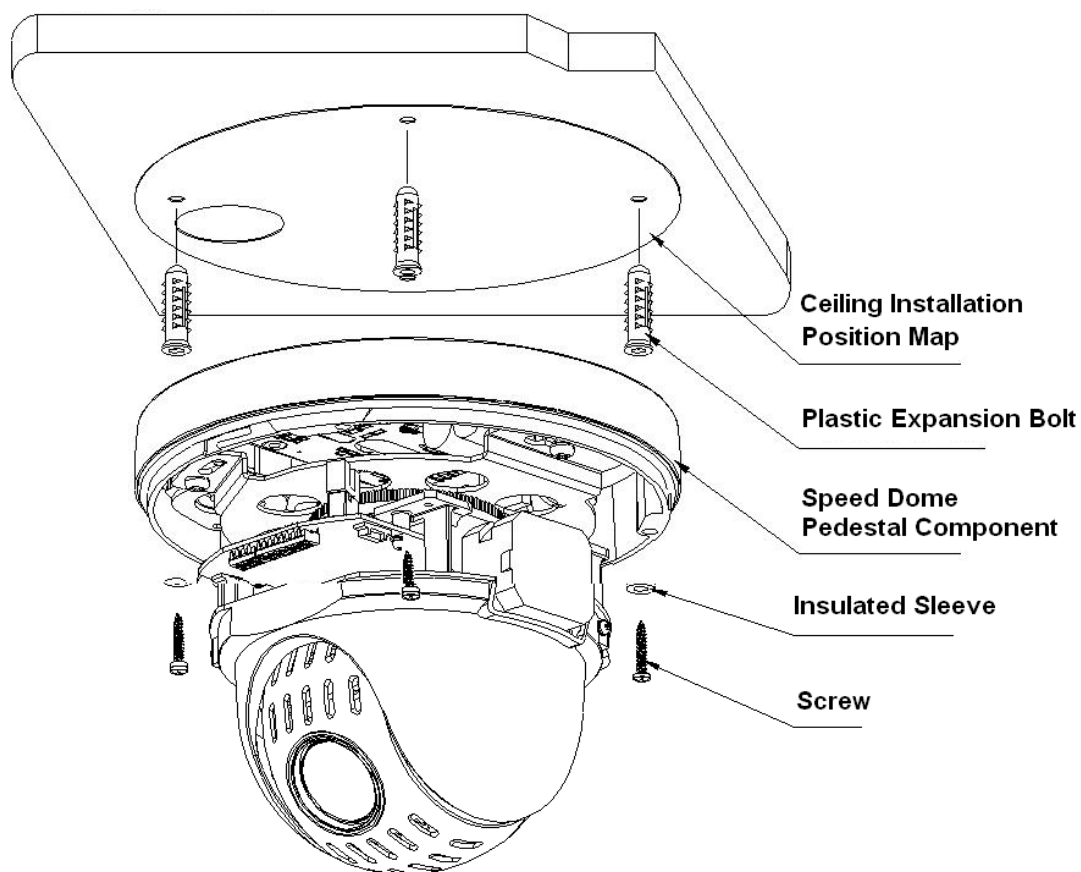

Рисунок 3-2
- 3) Проведите кабель согласно выбранному варианту кабельного вывода, как показано на Рисунок 3-2. Затем с помощью четырех винтов (используйте изолирующую втулку) закрепите цоколь скоростной купольной камеры на потолке. Вверните винты в пластмассовые распорные дюбели.